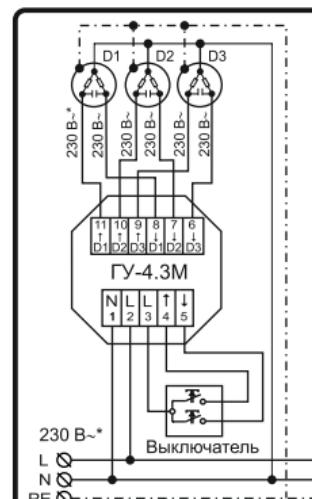

Рисунок 1 – Типовая схема подключения ГУ-4.3М
- Выполнить подключение устройства в соответствии с типовой схемой (см. рисунок 1);